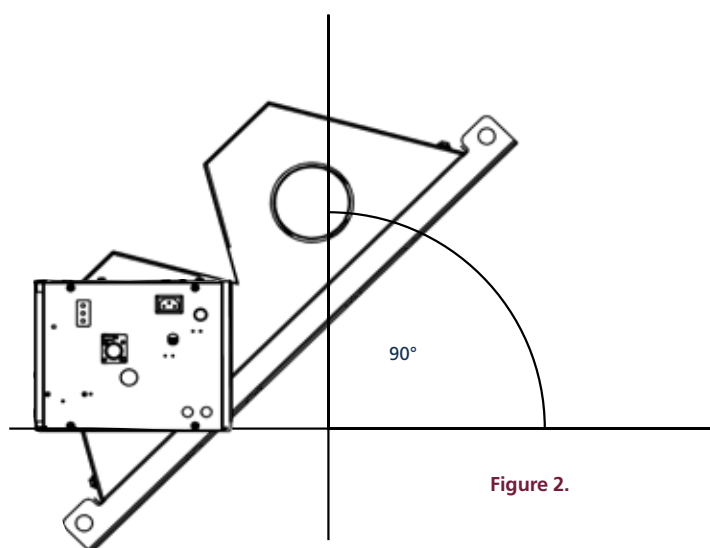

**Figure 2.**
De este modo se garantiza que las bobinas de la válvula de gas no se instalan a más de 90° respecto de la posición vertical. Véase la Ilustración 2.
**Observación:** Cuando se monta en ángulo un calefactor de tubo en U, el quemador DEBE encontrarse en el tubo inferior (más bajo) (véase la Ilustración 2). Los modelos 15-25 de los calefactores de tubo en U no pueden instalarse montados en ángulo.